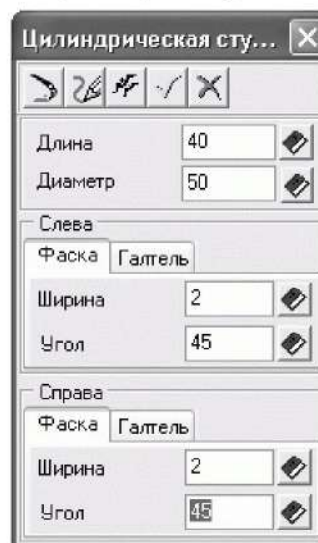

Рисунок 1.14. Настройка параметров цилиндрической ступени
3. Появится окно с параметрами цилиндрической ступени (рисунок 1.14), в котором кроме длины и диаметра ступени можно задать параметры различных конструктивных элементов на краях ступени (фаски или галтели). Установим длину и диаметр ступени равными 40 и 50 мм соответственно, слева ступени зададим фаску с катетом 2 мм и углом 45°, а справа – галтель наружу, радиусом также 2 мм. Нажмем кнопку ОК, чтобы построить ступень (рисунок 1.15).